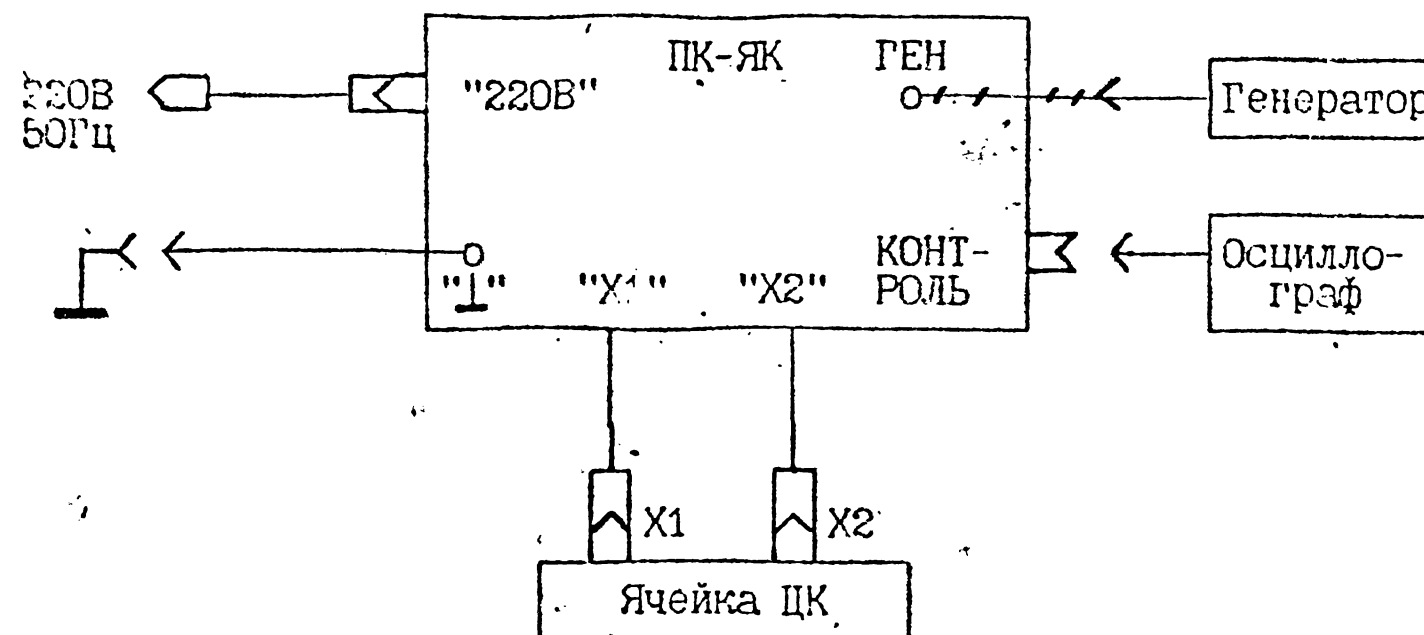

Рис.2
10.4.1. Контроль изделия на соответствие пунктам 10.1.3...10.1.6. технических требований проводится на рабочем месте в соответствии с рис.2.